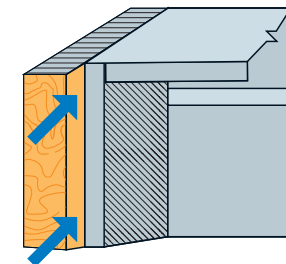

Figure 3 : Poussez le boîtier dans l'ouverture
2. Poussez le boîtier aussi loin que possible dans l'ouverture (voir **Figure 3**).